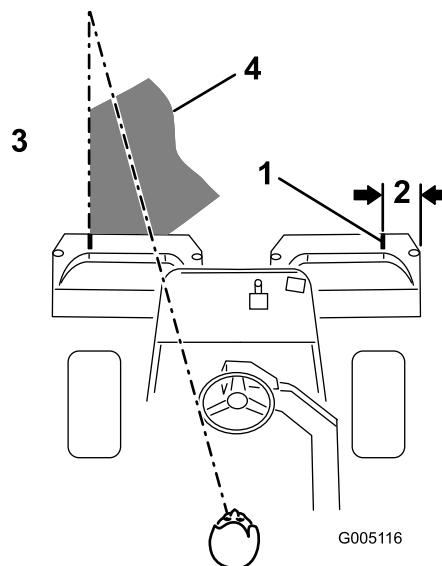

Figura 26
**Nota:** Para ayudar a mantener una línea recta a través del green y mantener la máquina a la misma distancia de la pasada anterior, imagínese una línea que va desde un punto situado a 1,8–3 m aproximadamente por delante de la máquina, hasta el borde de la parte no segada del green (Figura 26). Incluya el borde exterior del volante como parte de la línea imaginaria, es decir, mantenga el borde del volante alineado con un punto que se mantiene siempre a la misma distancia de la parte delantera de la máquina.